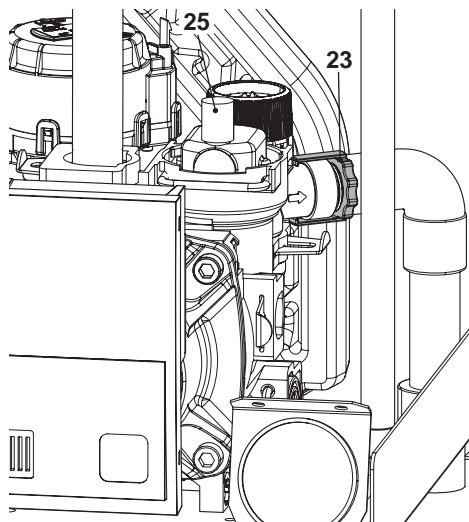

Figura 9.6
- Svitare in senso antiorario il raccordo 23 della valvola di sicurezza che funge anche da scarico in Figura 9.6.
- Per facilitare lo svuotamento, svitare il tappo 25 della valvola di sfiato automatica in Figura 9.6.